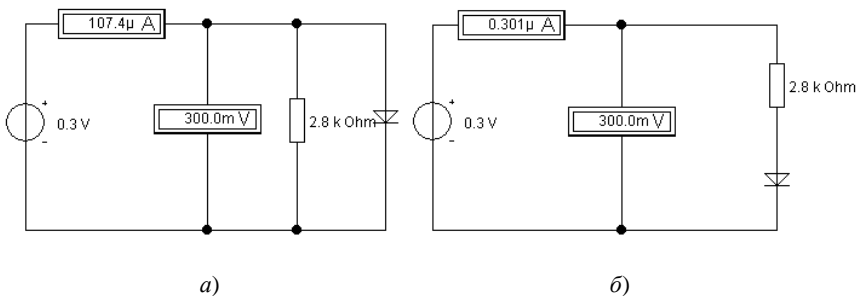

Рис. 19. Пример схем измерения ВАХ параллельной и последовательной цепей
3. Аналогично предыдущим двум пунктам снять ВАХ параллельной и последовательной цепей линейного и нелинейного элементов, представленных на рис. 19, а и б соответственно.